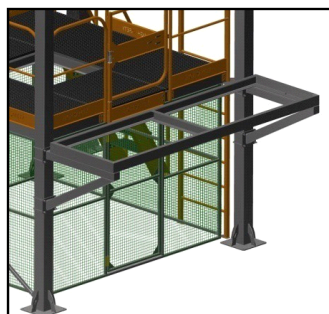

рис. 23
1. На опоры настила устанавливается рама настила и закрепляется болтами М12х130, гайками и шайбами (рис. 23).